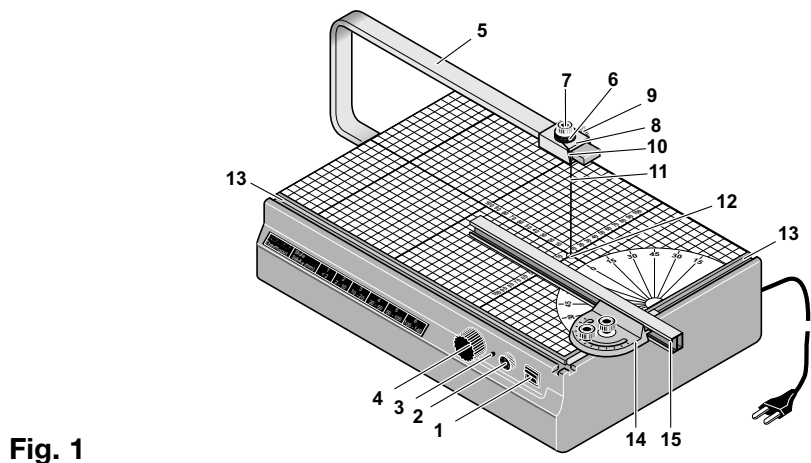
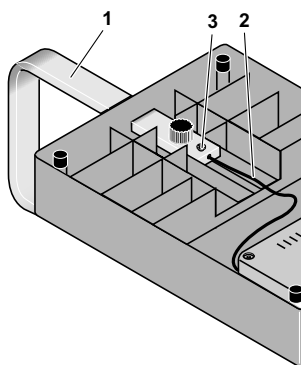

Fig. 1
Fig. 2
Gesamtansicht (Fig 1):
Befestigen Sie zuerst den Bügel **1** (Fig. 2) mit Hilfe der beigefügten Rändelschraube an der Unterseite des Gerätes. Befestigen Sie nun das Kabel **2** mit Hilfe der Schraube **3** am Bügel. Ziehen Sie die Schraube gut an, damit der elektrische Kontakt (10.5 Volt Sicherheitskleinspannung) gewährleistet ist. Schieben Sie nun den Spulenträger **8** (Fig. 1) auf den Arm, und befestigen Sie ihn mit der Schraube **9**.
3. Öffnen Sie durch Drehen der Rändelschraube **4** (Fig. 1) die untere Drahtaufnahme.
10. Schalten Sie das Gerät am Schalter **1** (Fig. 1) ein (Ein leichtes Brummen des Transformators ertönt).
Nach einer längeren Betriebsdauer kann es durch Oxidation der Kontaktstelle am oberen Bügel zu Funktionsstörungen des Gerätes kommen. Dies ist dann der Fall, wenn der Spulenträger (Pos. 6, Fig. 1) lange Zeit an einer Stelle verbleibt und nicht gelegentlich z. B. zum Gehrungsschneiden bewegt wird. Abhilfe ist ganz einfach: Lösen Sie einfach die Befestigungsschraube des Spulenträgers, bewegen diesen etwas hin und her und ziehen Sie die Befestigungsschraube wieder an.